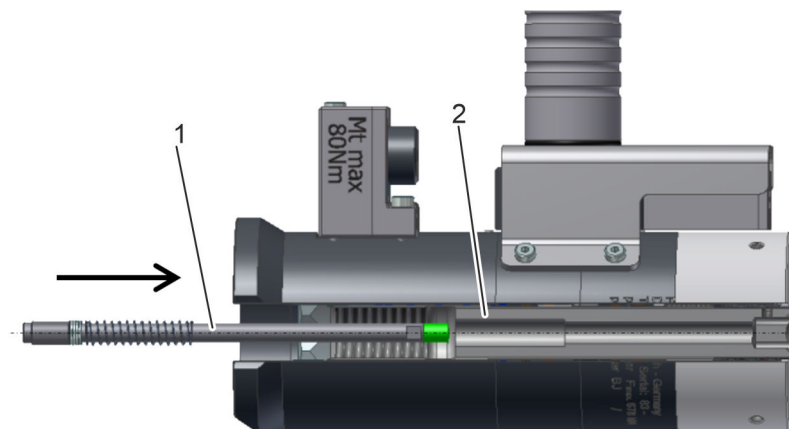

Fig. 16 : tirant
4. → Insérer la tige de mesure assemblée (Fig. 16 /1) dans le tirant (Fig. 16 /2).